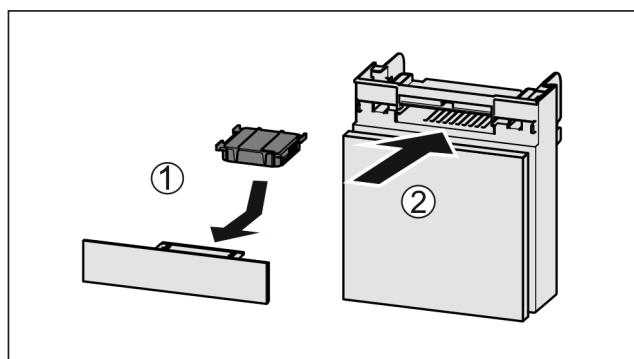

Fig. 171
- Aktivni ogleni filter vstavite Fig. 171 (1) skladno s prikazom na sliki.
► Predal potisnite noter Fig. 171 (2).